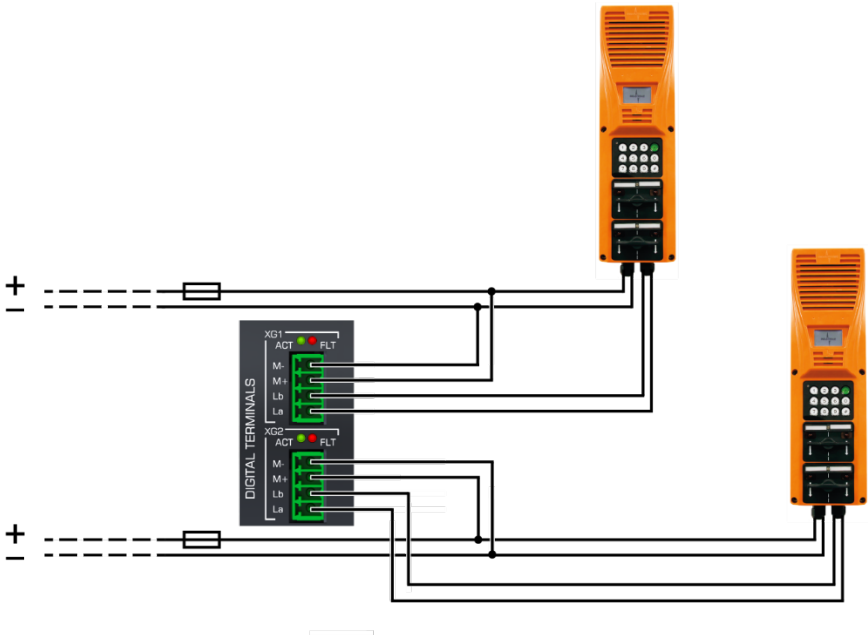

Abb. 6-3: Zusatz-Stromversorgung an M^- / M^+ für beide Endgeräte
2. Ankommende Kabel zur Überwachung der Zusatz-Stromversorgung an den Klemmen XG1 und XG2 bei M^- und M^+ anklemmen (→ Abb. 6-3 und Kapitel 6.3.2, Seite 14). Dabei auf richtige Polarität achten!